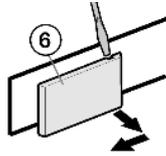

Fig. 6
- ▶ Griffseitige Abdeckung Fig. 6 (6) mit Hilfe eines Schraubendrehers lösen und nach außen abnehmen.